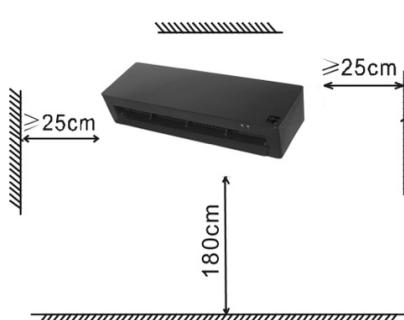

Fig.1
1. Prepare um espaço para instalar o aparelho (Fig. 1).